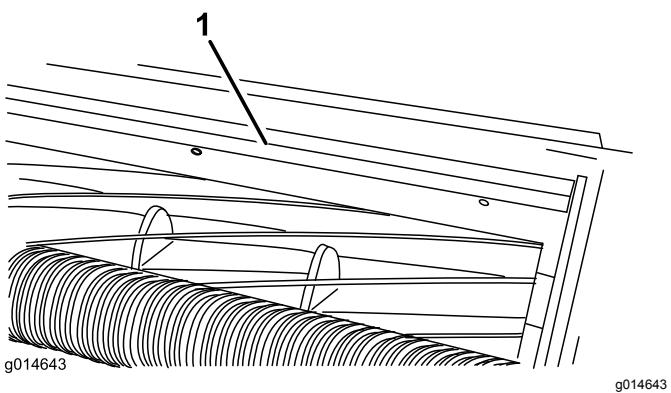

Bild 23
1. Lockern Sie die Schrauben, mit denen die obere Leiste an der Schneideinheit befestigt ist (Bild 23).